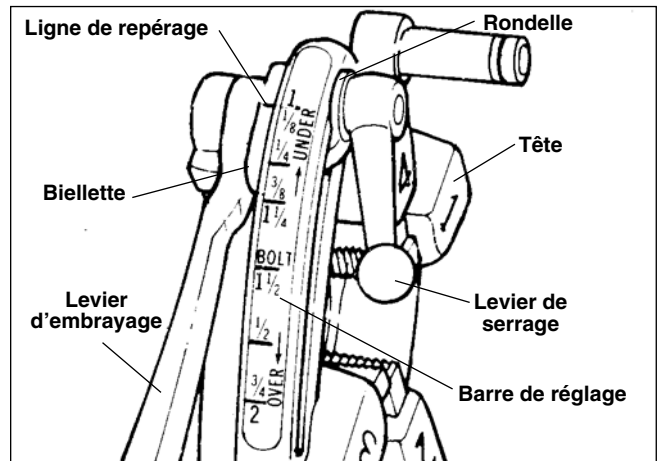

Figure 8 – Tête de filière universelle à ouverture rapide
6. Tête de filière à ouverture rapide N° 811A (Figure 8) – Lorsque l'extrémité du tuyau en cours de filetage arrive à fleur de l'extrémité de la filière numéro 1, tournez le levier d'embrayage à la position OPEN (ouvrir) pour ramener les filières.